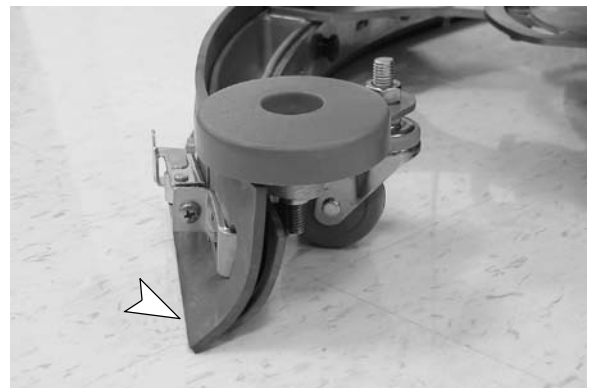

FIG. 41
3. Durant le fonctionnement de la machine avec les roulettes réglées correctement, les lames de racloir doivent avoir une déflexion comme illustré (Figure 41).